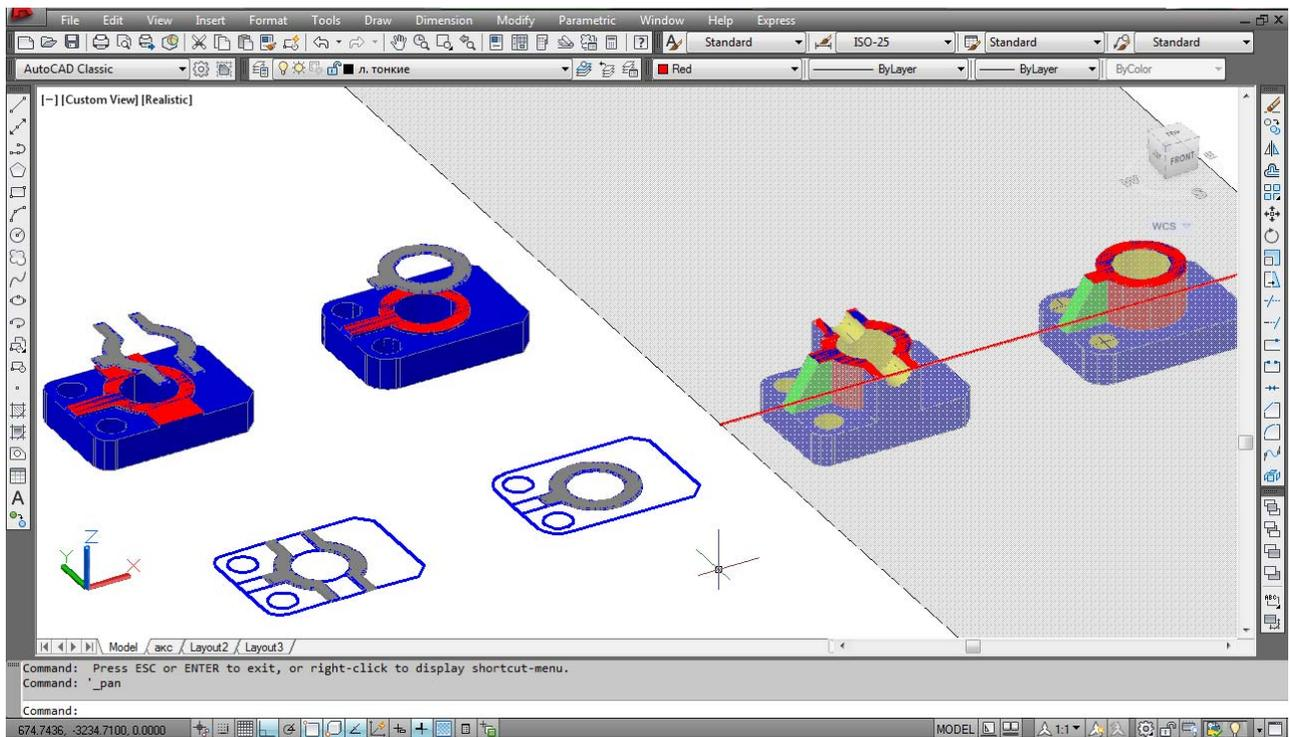

Рис. 7.13. Редактирование 2D- и 3D-блока сечения
**11. Редактирование секущей плоскости, 2D- и 3D-блока сечения.** Активизировать стрелку-меню, войти в настройки меню динамического «живого» сечения Live Section Settings. Изменить цвет, слой, тип линии, толщину линий: параметров секущей плоскости, 2D- и 3D-блока сечения. Это следующие значения: границы пересечения, фоновые линии, линии касания кривых, геометрия сечения, заполнение пересечения. Результаты редактирования – рис. 7.13.